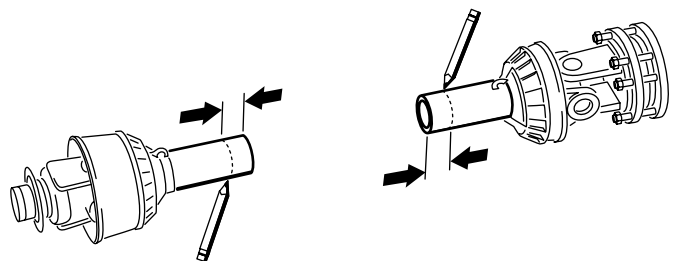
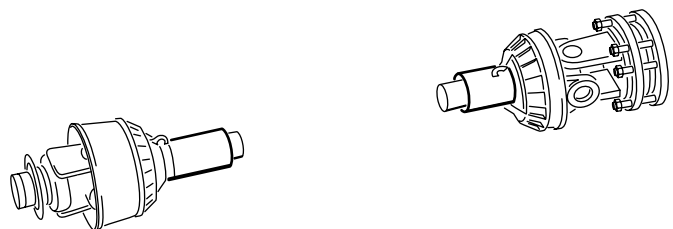

Figure 20
Figure 21
14. En vous aidant des dimensions déterminées à l'opération 11, localisez, repérez et coupez les enveloppes de sécurité seulement pour exposer les tubes (Figure 20 et Figure 21).